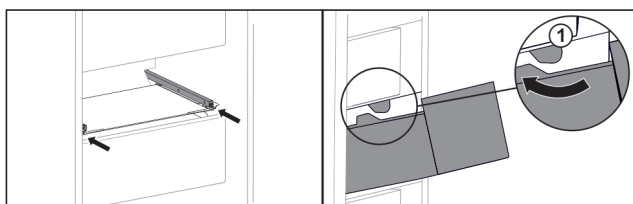

Fig. 31
- ▶ Poprowadzić szufladę wokół stoperów Fig. 31 (1).*